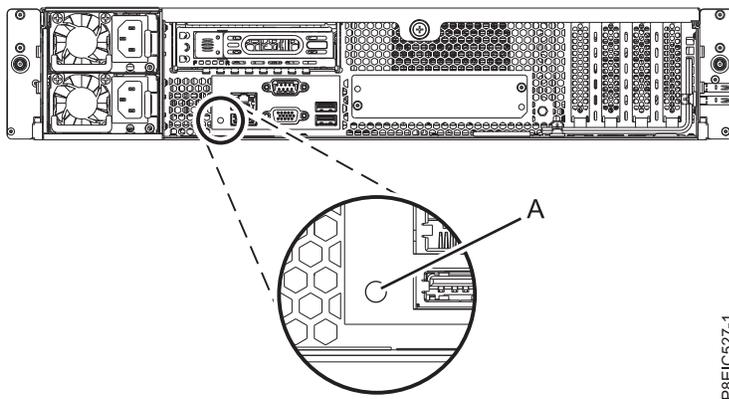

Abbildung 44. LEDs an der Rückseite des Systems vom Typ 8348-21C
LEDs befinden sich auch an der Rückseite des Systems; siehe Abb. 44. Die Kennzeichnungs-LED befindet sich bei (A).